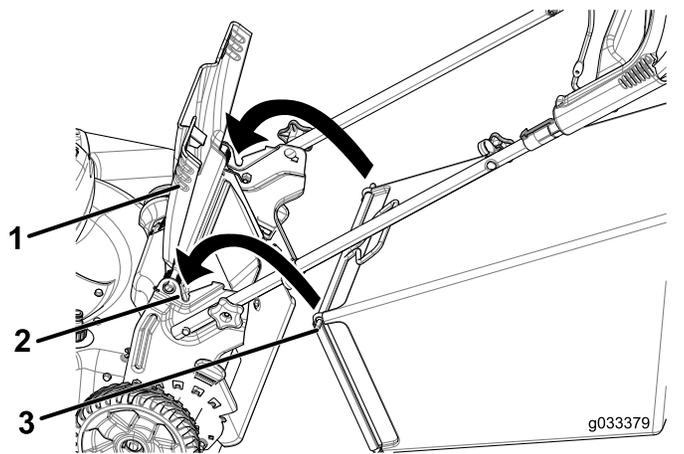

図 22
- 後部デフレクタを上を開いてその位置に保持する **図 22**。
2. 集草バッグを取り付ける。バッグについているピンがハンドルのノッチに掛かったことを確認する 図 22。